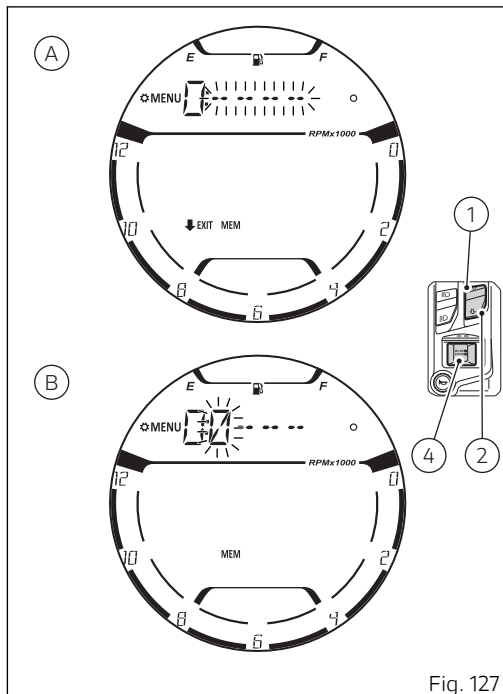

Fig. 127
- Si el código PIN no es correcto, el salpicadero visualiza durante 2 segundos la indicación "ERROR" parpadeante y sucesivamente vuelve a evidenciar la línea de cuatro puntos " - - - - " relativos al PIN para permitir un nuevo intento de introducción del (A, Fig. 127).